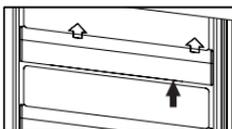

Fig. 5
- Empuje el anaquel con fuerza moderada hacia arriba, y extráigalo del aparato. (Aplica solo para CR 121). Ver Fig.5.